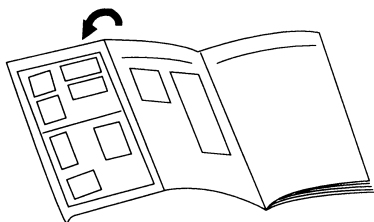

Fig. 5 Пульт дистанционного управления
- Чтобы отключить режим тестовой эксплуатации нажмите кнопку START/STOP (Fig. 5 ③), чтобы остановить кондиционер.
- Если нажать кнопку TEST RUN (Fig. 5 ⑤) во время работы режима охлаждения, прибор перейдет в режим принудительного охлаждения, и помещения будет охлаждаться, независимо от настройки термостата.